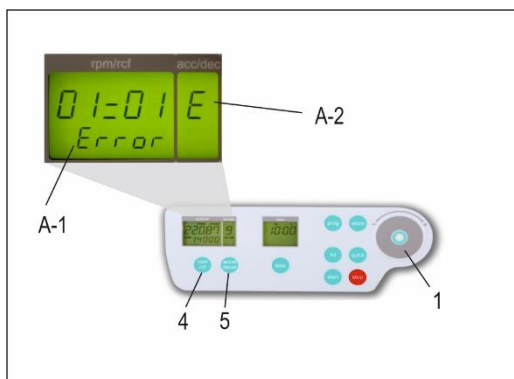

Abbildung 12
Eine Liste der letzten 99 Fehlermeldungen kann gelesen werden, indem man die Taste „rpm/rcf“ (4) drückt und mit dem Einstellfeld (1) durchblättert. Die entsprechenden Fehler Codes erscheinen im Anzeigenfeld „rpm/rcf“ (A-1) (siehe Abbildung 12). Deren Bedeutung entnehmen Sie bitte der „Tabelle 6: Fehlermeldungen“ (siehe ANHANG S. VII).